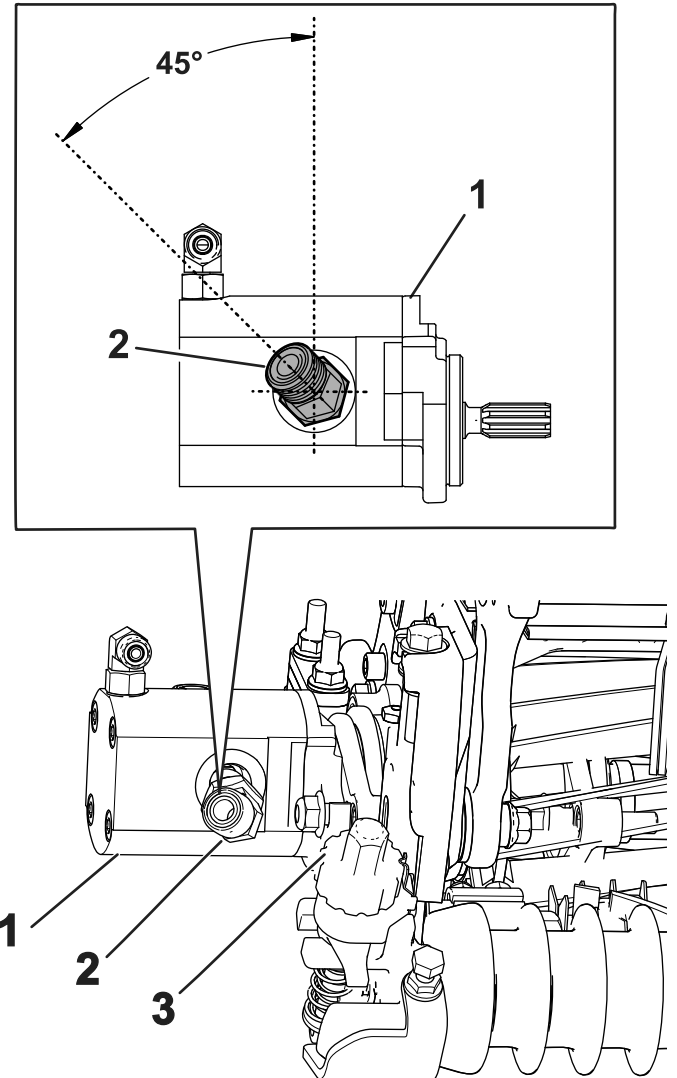

Figura 21
4. Instale el nuevo acoplamiento de 45°, colocándolo con el ángulo en el acoplamiento, tal y como se muestra en Figura 21. Apriete el acoplamiento a entre 47 y 58 N·m.